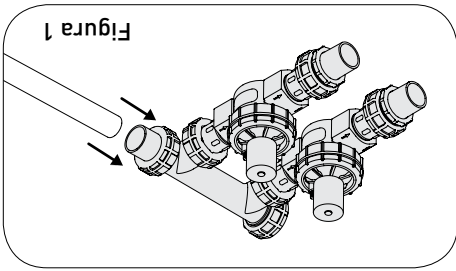

Figura 1
- Si el tubo de PVC es de 3/4", conecte el adaptador directamente al Adaptador giratorio (C) (Figura 1).